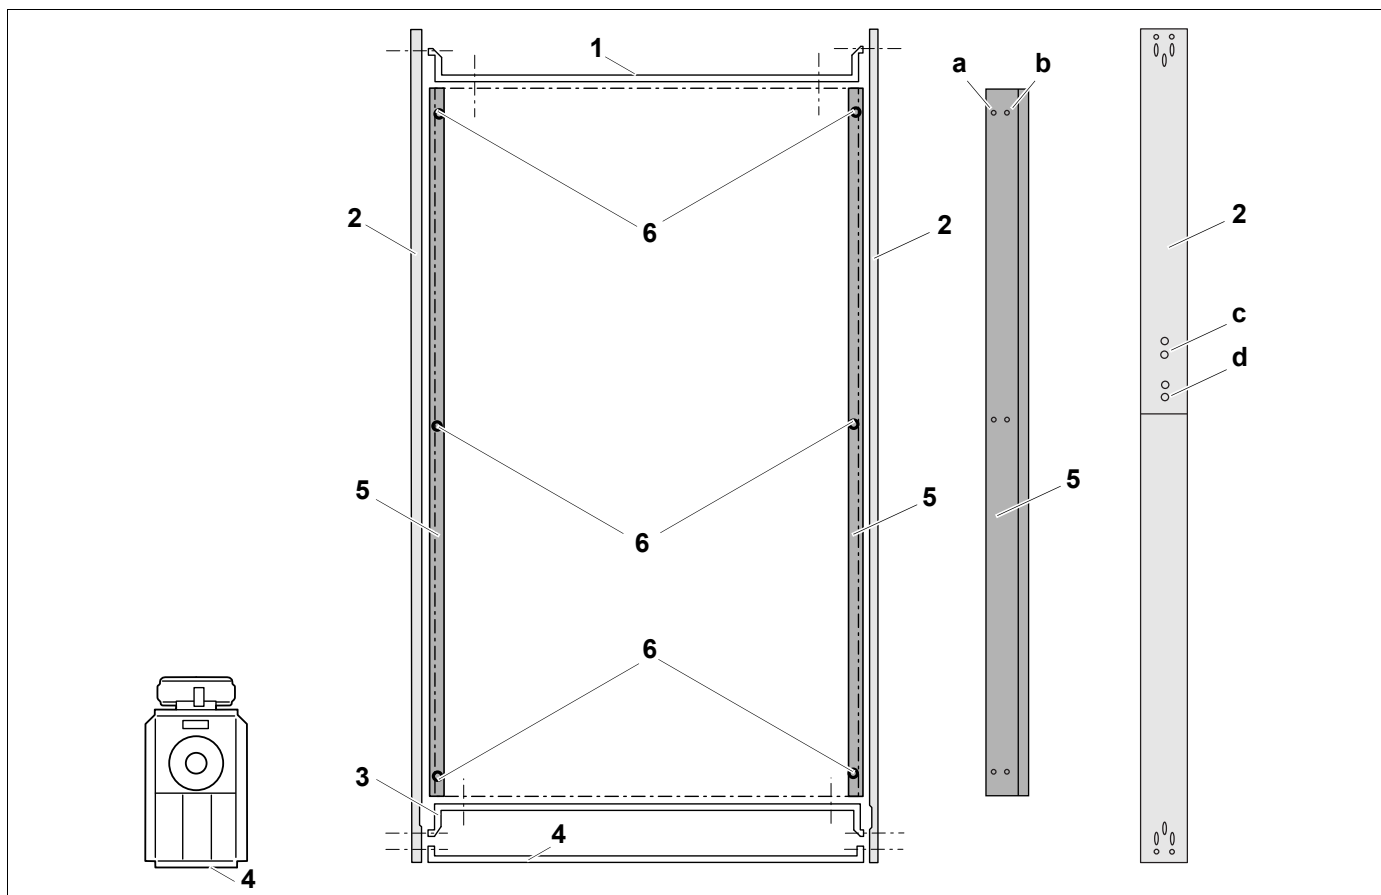

Рис. 13 Нижние траверсы (вид сверху)
- Прикрепите переднюю траверсу (рис. 13, поз. 3) снизу 2 винтами к корпусу котла.
- Прикрепите заднюю траверсу снизу (рис. 13, поз. 1) 2 винтами к корпусу котла.
- Закрепите распорки (рис. 13, поз. 5) 3 винтами и 3 гайками (рис. 13, поз. 6) внизу слева и справа. В котлах 790 кВт и 970 кВт используйте отверстия поз. а. В котлах 1200 кВт используйте отверстия поз. б.
- Боковые синие цокольные планки (рис. 13, поз. 2) состоят из 2 частей и должны быть соединены заранее (рис. 13, поз. с: положение винтов для котлов 790 кВт и поз. d: положение винтов для 970 кВт и 1200 кВт). Обе части цокольной планки установите по центру за накладкой, выровняйте по горизонтали и закрепите 2 винтами.
- Закрепите левую и правую цокольные планки (рис. 13, поз. 2) к траверсе, привернув спереди и сзади по одному винту.
- Закрепите синюю цокольную панель (рис. 13, поз. 4) спереди к правой и левой цокольным панелям (рис. 13, поз. 2) 2 винтами.
Экспликация к рис. 13